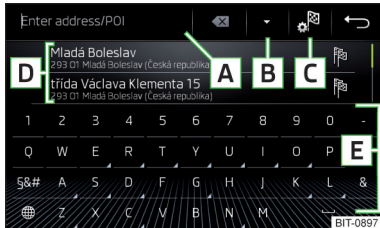
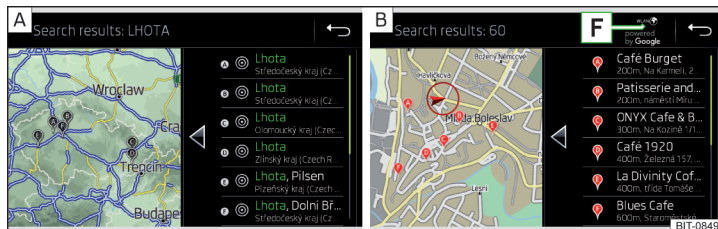

Fig. 157
Fig. 158 Lista destinațiilor căutate: în datele de navigație/online
Suprafețe de comandă funcții » fig. 157 și » fig. 158
În zona **D** » fig. 157, se afișează o listă a destinațiilor căutate.
- ▶ **sau:** Atingeți suprafața de comandă funcții **[B]** » fig. 157.
- 📍 Destinații căutate în datele de navigație » fig. 158 - [A].
- 📍 Destinații căutate online » fig. 158 - [B].